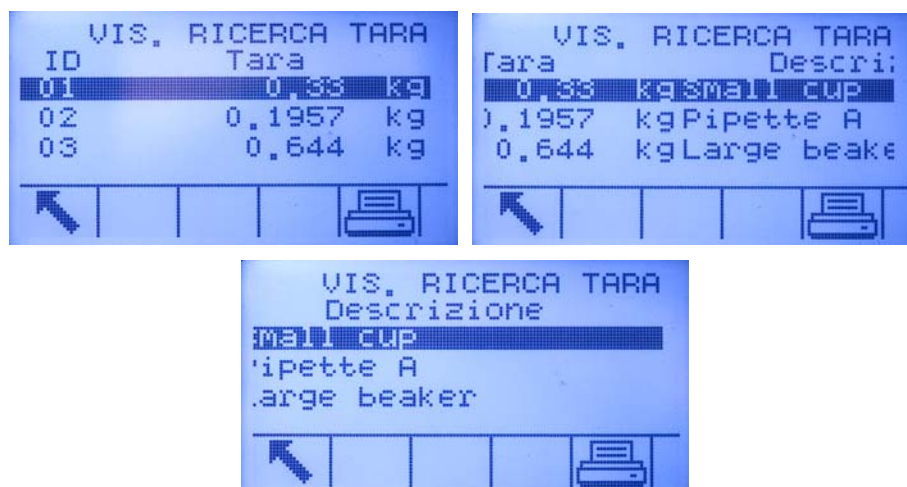

Figura 2-23: Risultati di ricerca per Tabella tare
- Per visualizzare i dati limitati nella tabella, premere il soffkey RICERCA . I record che risultano dalla ricerca vengono sempre elencati in ordine di ID (numero ID in ordine crescente). In Figura 2-23 è riportato un esempio di risultati di ricerca per Tabella tare. Utilizzare i tasti freccia per scorrere a destra o a sinistra per vedere le altre colonne. La Figura 2-23 costituisce un esempio dei risultati di ricerca per una Tabella tare, con una serie di visualizzazioni che mostrano tutte le colonne disponibili di dati.